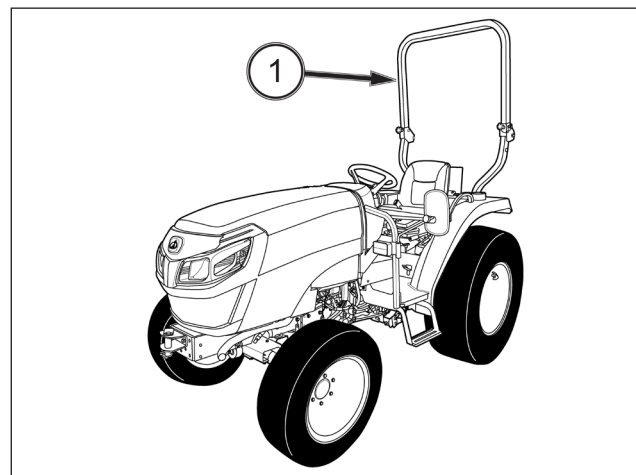

FIG. 89
FIG. 89 : ce tracteur de type à arceau de sécurité est équipé d'un arceau de sécurité (ROPS) (1). Les ceintures de sécurité doivent être bouclées lorsque l'arceau de sécurité est en position relevée.